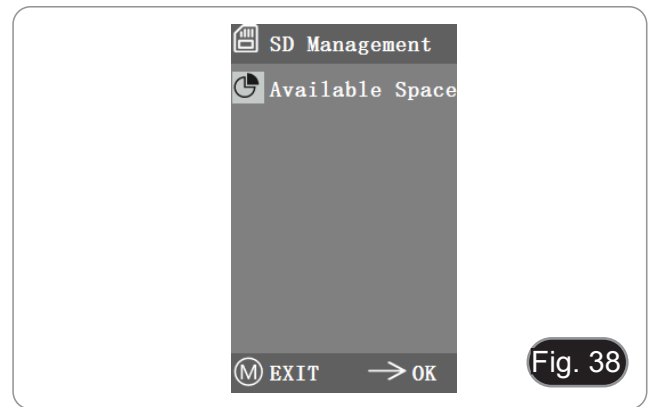

Fig. 38
1. Nach dem Einlegen der SD-Karte werden der verbleibende Speicherplatz und der Gesamtspeicherplatz der SD-Karte unter "Available Space" angezeigt. (Fig. 38)